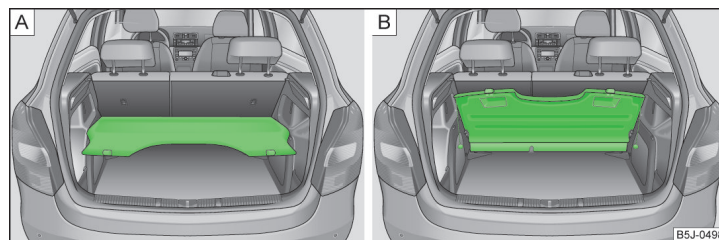

Fig. 65 Cubierta del maletero: en la posición inferior/guardada detrás de los asientos traseros
- En la posición inferior sobre los elementos de apoyo » fig. 65 - **A** » **!**.
- Detrás de los asientos posteriores » fig. 65 - **B**.
En esta posición » fig. 65 - **A**, la cubierta del maletero está prevista para guardar pequeños objetos de hasta 2,5 kg de peso.